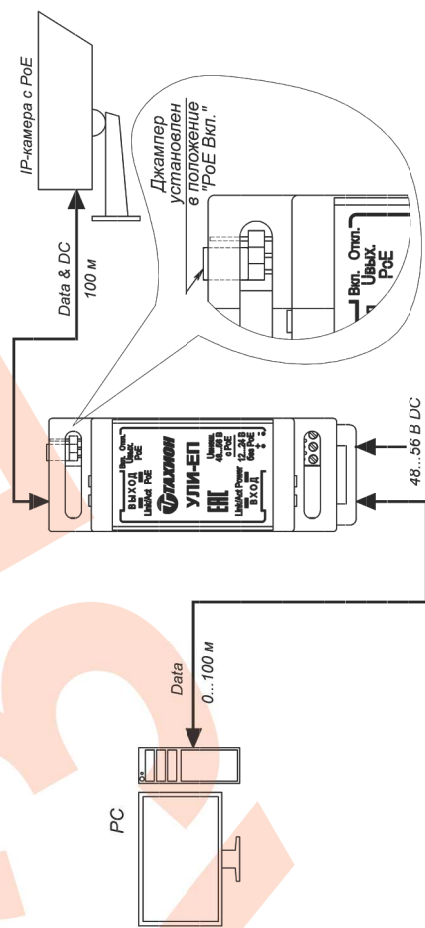
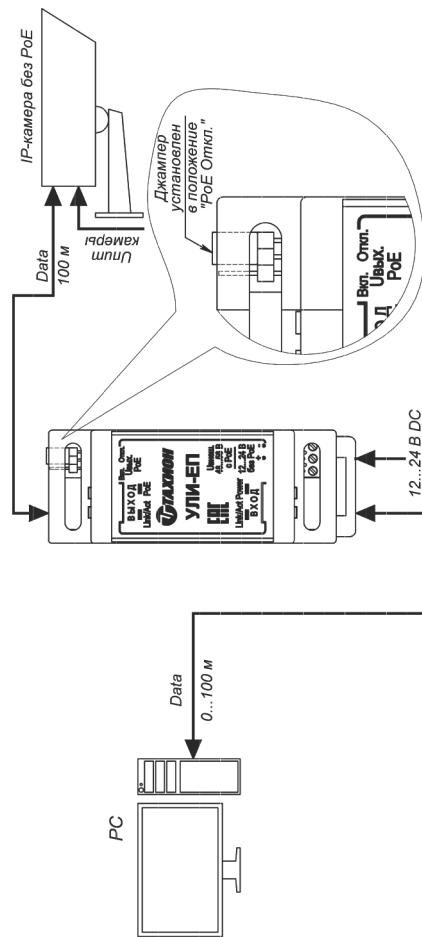

Рис.4 Пример использования УЛИ-ЕП в режиме инжектора PoE.
Рис.5 Пример использования УЛИ-ЕП в режиме ретранслятора.
- 12...24 В. при работе в режиме ретранслятора (джампер в положении «Откл», см. рис.5);
- При необходимости изделие может быть использовано также в качестве ретранслятора сигнала (см. рис.5) или инжектора PoE (см. рис.4).